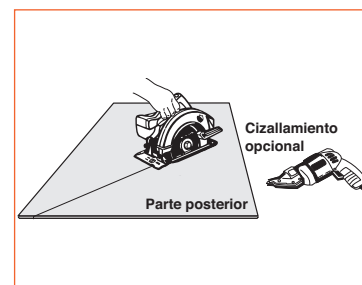

Imagen 3
- Cortadora de calibre 18 con cabeza giratoria (Imagen 3, Página 4)
Cuando corte con una sierra circular, coloque el panel de modo que la hoja de sierra entre primero en la parte delantera del panel para evitar astillado o daño. (Imagen 3)